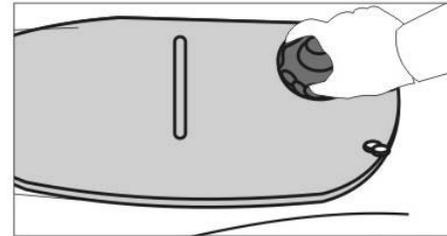

Fig. 19
7.1 Il serbatoio si trova sotto il sedile (Fig. 19) ed è accessibile solo quando il sedile è aperto ed alzato. Per introdurre il carburante, svitare il tappo e richiuderlo dopo aver fatto rifornimento.